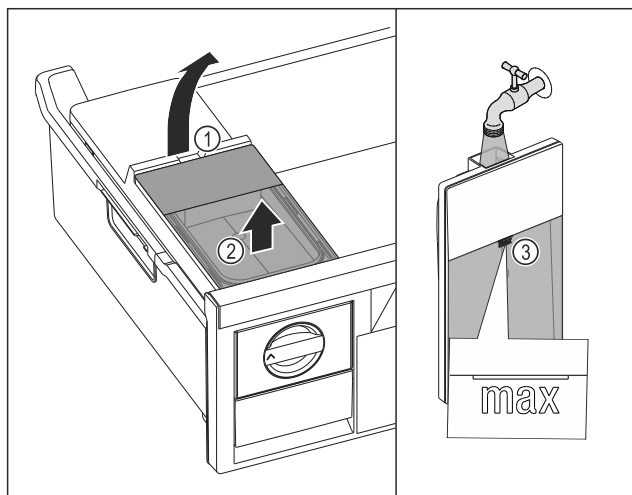

Fig. 76
- ▶ Løft vandtanken op til udsparringen Fig. 76 (1).
- ▶ Tag vandtanken ud fra oven. Fig. 76 (2)
- ▶ Fyld vandtanken med drikkevand op til mærket Fig. 76 (3).